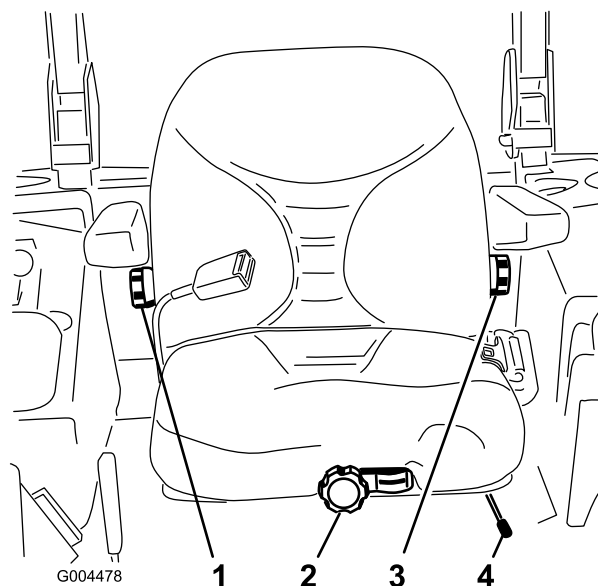

图14
1. 要调整座椅，请侧向移动控制杆，打开座椅的锁定（图14）。
不要坐在座椅上，将前方的旋钮向任一方向旋转，以提供最佳的舒适性（图14）。
要调节座椅靠背，可向任一方向旋动位于右侧扶手下方的旋钮，以提供最佳的舒适性（图14）。
要调节座椅靠背，可向任一方向旋动位于左侧扶手下方的旋钮，以提供最佳的舒适性（图14）。